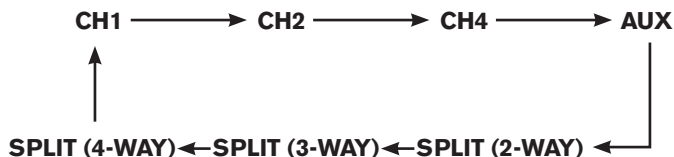

Fig. 3 Séquence de sélection de la source
- Les modes de source d'entrée mises en 'arrêt' à travers la fonction de commande du menu seront passés (par exemple, voir la fig. 3 qui montre une séquence avec CAM/ENTRÉE 3 en 'arrêt').